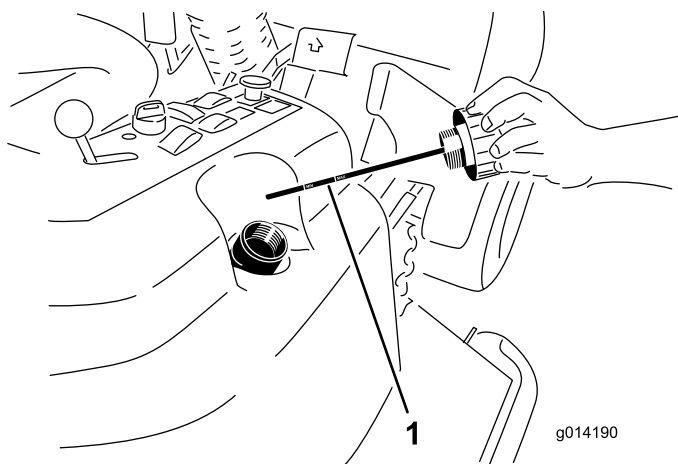

Figura 52
4. Retire el tapón de llenado de aceite hidráulico (Figura 52) del cuello de llenado.
5. Retire la varilla y límpiela con un paño limpio (Figura 52).
6. Introduzca la varilla a fondo en el cuello de llenado; luego retírela y compruebe el nivel del fluido (Figura 52).